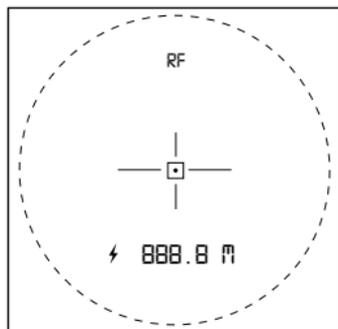

Fig. 3: Display-Anzeige nach dem Einschalten des Geräts.
- 5. Durch das Okular (Fig. 1, 1) blicken. Das OLED-Display (Fig. 3) erscheint.